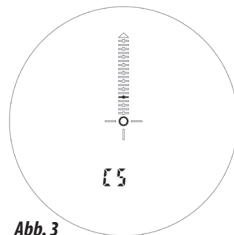

Abb. 3
4. Drücken Sie nun nochmals die POWER-Taste. Drücken Sie nun nochmals die POWER-Taste. Auf dem Monitor blinkt „C5“ (oder „C“ mit einer anderen Nummer) (Abb. 3). Richten Sie den Zielkreis des Entfernungsmessers auf das „40 PIN“-Zielobjekt auf dem Kalibrierungsblatt aus („60 PIN“ bei Benutzung der anderen Seite).